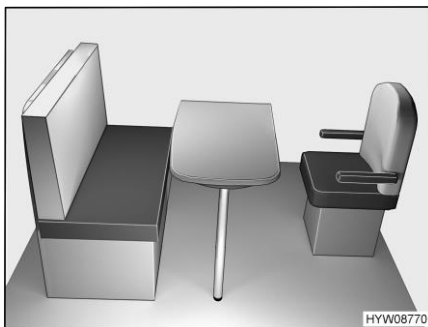

Bild 64 Före ombyggnaden
- Sväng förarstolen mot bordet (Bild 64).